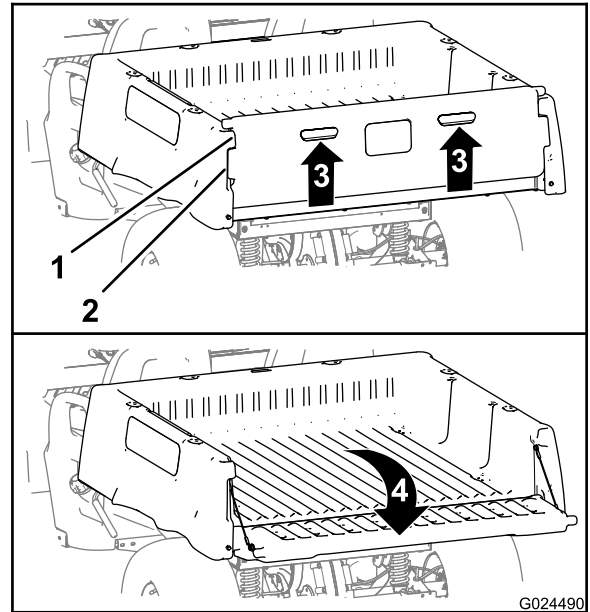

Figure 14
2. Passez les doigts dans les poignées du hayon pour le soulever (Figure 14).
3. Alignez les bords de verrouillage du hayon sur les ouvertures entre les bords de verrouillage du plateau de chargement (Figure 14).
4. Faites pivoter le hayon vers l'arrière et le bas (Figure 14).
6. Faites pivoter le hayon vers le haut et l'avant jusqu'à ce que les bords de verrouillage du hayon soient de niveau avec le creux dans le plateau de chargement (Figure 14).